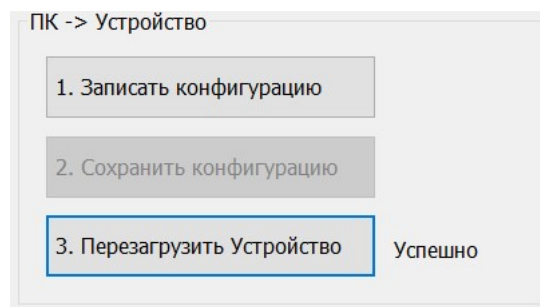

Рис. 9.86 Результат выполнения операции по программной перезагрузке устройства
- Нажмите кнопку «**3. Перезагрузить Устройство**». Рядом с кнопкой «**3. Перезагрузить Устройство**» появится надпись «Успешно» (Рис. 9.86).